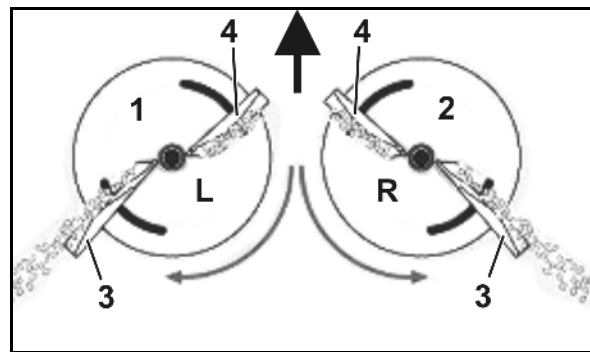

Bild 28
- Vänster spridarskiva (Bild 28/1) med markering **L**.
- Höger spridarskiva (Bild 28/2) med markering **R**.
- **Lång** (Bild 28/3) – Inställningsskala med värden från 35 till 55.
- **Kurz** (Bild 28/4) – Inställningsskala med värden från 5 till 28.